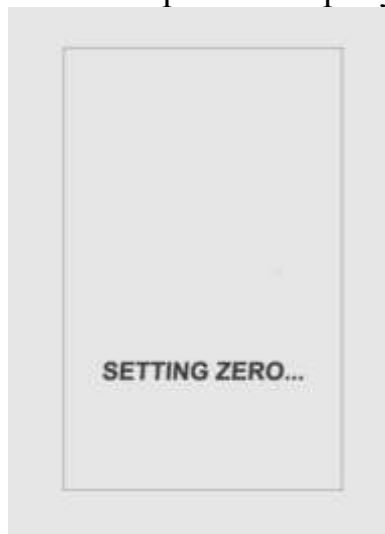

Рисунок 5
Следует отвести чувствительный элемент датчика от посторонних предметов на расстояние не менее 30см и еще раз нажать кнопку (6). Прибор произведет автоподстройку и перейдет в режим измерения см. рисунок 5